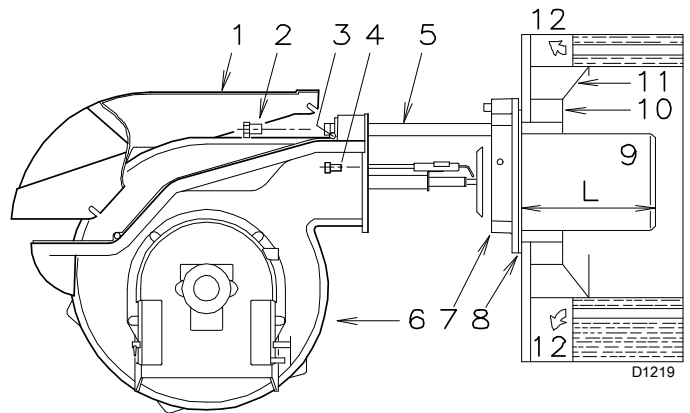

图 11
参考图 11，按照以下步骤将燃烧筒 9) 从燃烧器 6) 上拆卸下来：
一旦完成此操作（如果需要），将法兰 7)（图 11）固定到锅炉板上，插入提供的垫圈 8)。用提供的 4 个螺钉固定，先拧掉螺纹保护帽。
- 将燃烧器在滑杆上抽出来，如第 14 页图 11 所示。